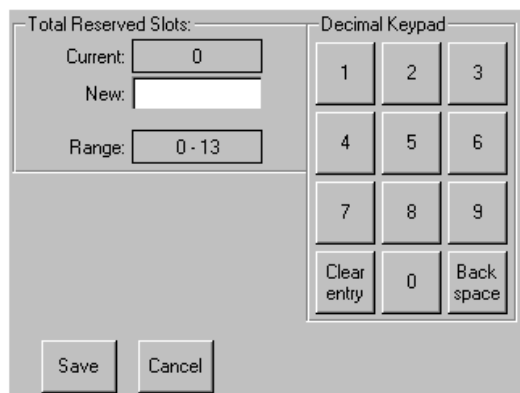

図 28: 予約済みスロットを指定するための数値キーパッド
3. [Total Reserved Slots] の隣にあるボックスを押します。数値キーパッドが表示されます (図 28 を参照)。